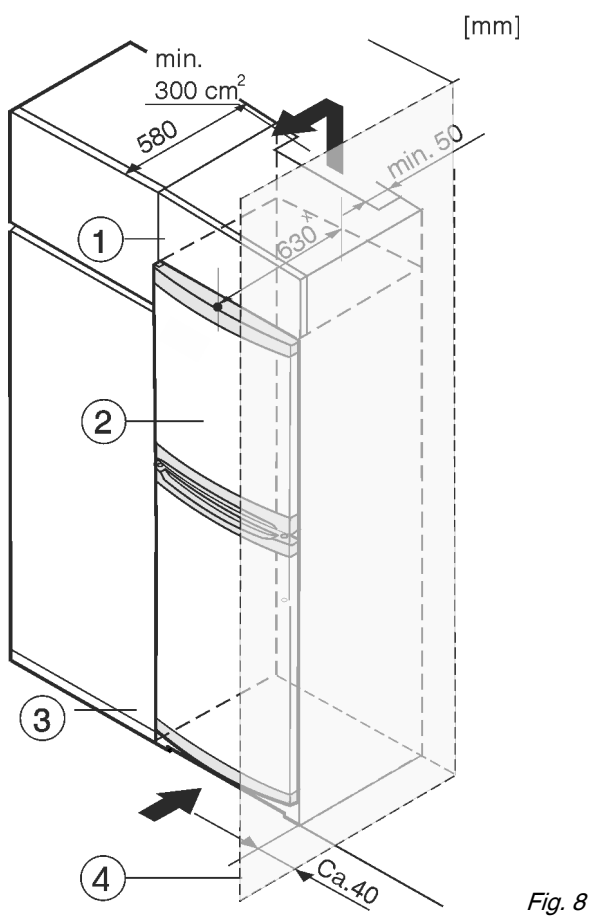

Fig. 8
- (1) Колонна на столешницу (3) Кухонный шкаф
(2) Устройство (4) Стена
Устройство может быть окружено кухонными шкафами. Чтобы уравнять устройство *Fig. 8 (2)* по высоте с кухонной стенкой, можно установить над устройством дополнительный шкафчик *Fig. 8 (1)*.
При комбинировании с кухонными шкафами (глубина макс. 580 мм) устройство можно установить непосредственно рядом с кухонным шкафом *Fig. 8 (3)*. Устройство выступает сбоку на 34 мм^x и по центру на 50 мм^x относительно передней стенки кухонного шкафа.
Если устройство установлено на шарнирах у стены *Fig. 8 (4)*, то расстояние между устройством и стеной должно быть не менее 40 мм. Настолько выступает ручка при открытой дверце.